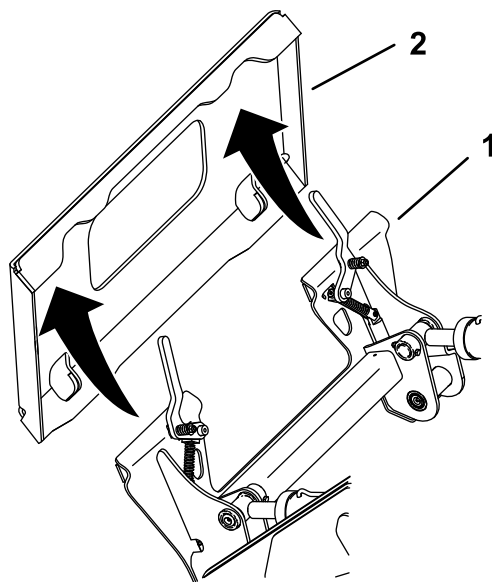

図 57
5. 取り付けプレートをアタッチメント受けプレートの上側にセットする 図 57。